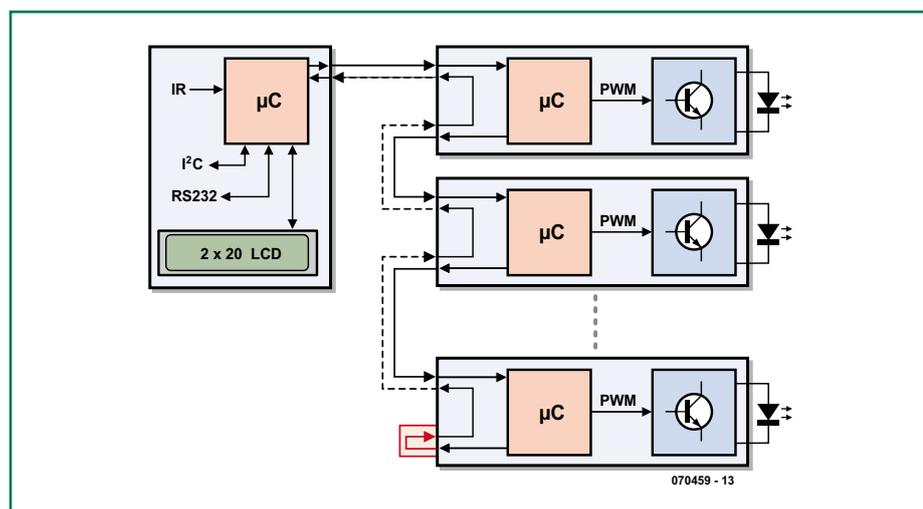

Figure 1. Synoptique d'un système complet. Une tripléte de modules de puissance est reliée à une unité centrale.
Le montage comporte deux platines : une unité centrale et un module de puissance (figure 1). Une telle unité
La figure 1 illustre, à titre d'exemple, une unité centrale attaquant une chaîne de 3 modules de puissance. L'unité centrale comporte un registre de décalage en entrée et un autre en sortie, chacun des modules de puissance disposant lui d'un registre à décalage en entrée. En sortie on a transfert du signal en aval, ce qui implique la présence d'une fiche de terminaison de ma-
On voit, dans le bas de la **figure 1**, la transmission d'un octet. Le bit de départ long d'un demi-bit en premier, puis un signal « 0 » de même taille. On a ensuite le bit de commande de la longueur d'un bit suivi des bits 7 à 0. Le bit de commande indique s'il s'agit d'une instruction (1) ou de données (0). En sortie, une instruction est envoyée immédiatement de manière à atteindre tous les modules de puissance quasi-simultanément. Dans le cas de données, on transmet le contenu du registre à décalage interne. On ne procède pas alors à une saisie complète du registre à décalage, mais les données sont retransmises à la sortie immédiatement après le bit de départ. Ceci se traduit par un décalage de la durée d'un bit par module de puissance, situation expliquée dans l'encadré « Bits au détail ».